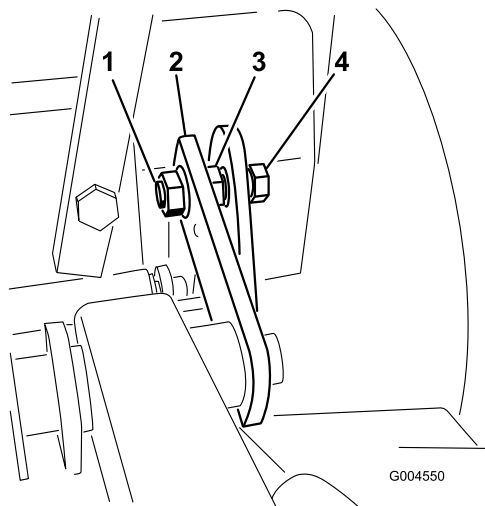

Figura 51
- Ajuste los pernos hasta que el extremo del perno esté enrasado con la tuerca. Esto permite que el casquillo ruede en la ranura del soporte de la plataforma del cortacésped (Figura 51).